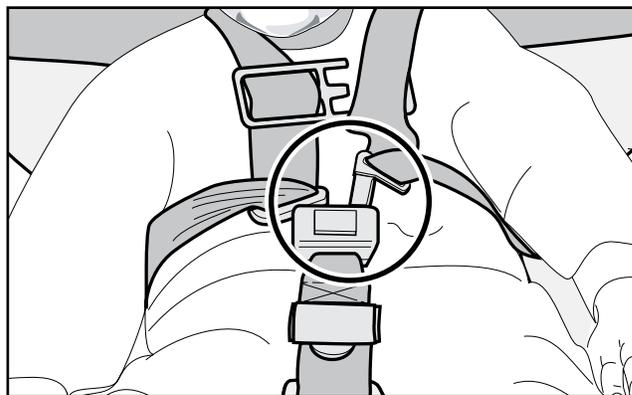

Figura 4 - Fissare una delle cinture per la spalla
5. Sollevare una delle cinture per le spalle sopra alla spalla del paziente. Infilare il braccio del paziente nella cintura, poi agganciarla alla fibbia centrale (figura 4).